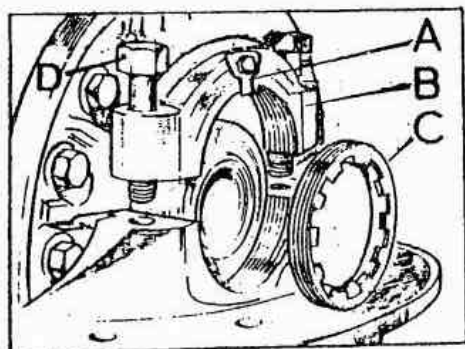

Fig. E-69 Tapas de los cojinetes y tuercas de ajuste
- 1.1. Retirar los elementos de fijación A (Fig. E-69) de la tuerca almenada, C.
- 1.2. Retirar las tapas de los cojinetes, B (Fig. E-69) sujetas por los tornillos, D.